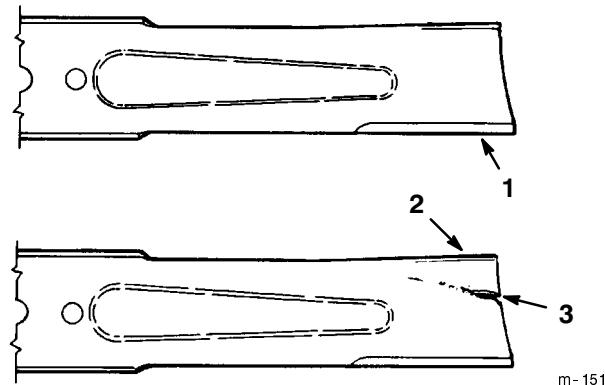

Figure 30
2. Inspectez les arêtes des lames (Fig. 30). Si elles ne sont pas tranchantes ou si elles présentent des indentations, déposez et aiguisez les lames (voir Aiguisage des lames, page 30).
3. Inspectez les lames, surtout la partie incurvée (Fig. 30). Remplacez immédiatement toute lame endommagée, usée ou qui présente une entaille (Fig. 30).